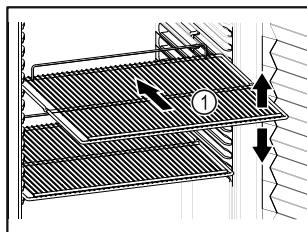

Fig. 84 Примерно изображение
- Ако стелажите за съхранение Fig. 84 (1) могат да се мястят, регулирайте ги според височината.